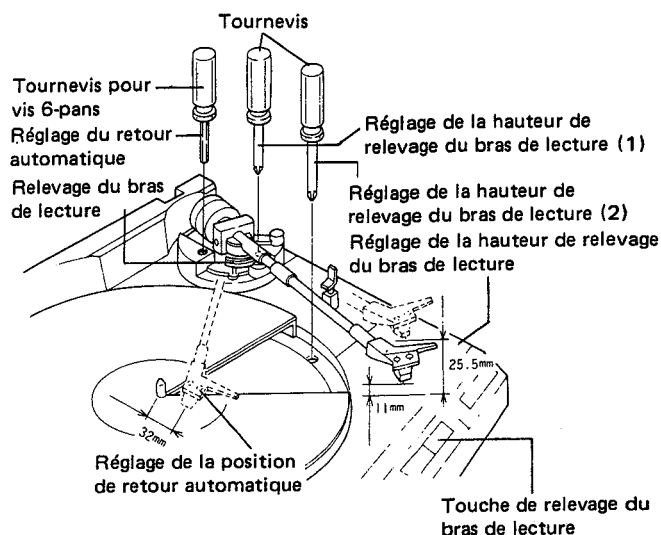

Fig. 11-1 Réglage de la hauteur de relevage du bras de lecture et de la position de retour automatique
5. Arrêter de tourner la vis de réglage sur le point pour lequel il y a un écart de 32mm entre la pointe de lecture et l'axe central. (Fig. 11-1)